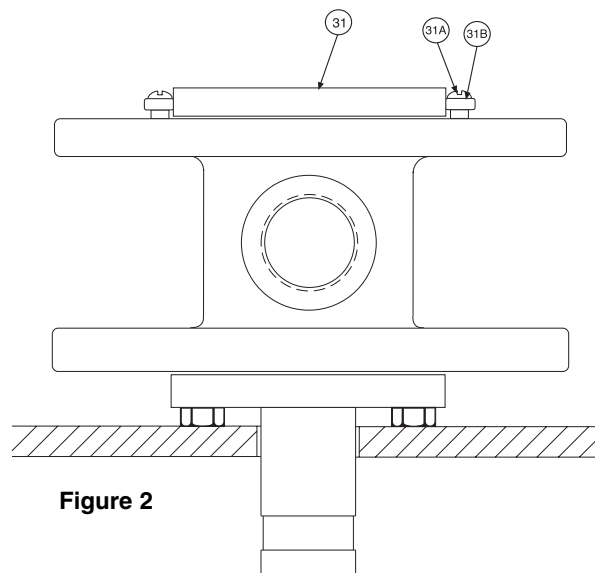

Figure 2
Mettre le boîtier en position haute (voir Fig. 2) avec le raccord (4) vers le bas, au moyen d'un plan de travail " percer ". Dans cette position, le corps (1) du boîtier reste en appui sur la plaque de fond (16).